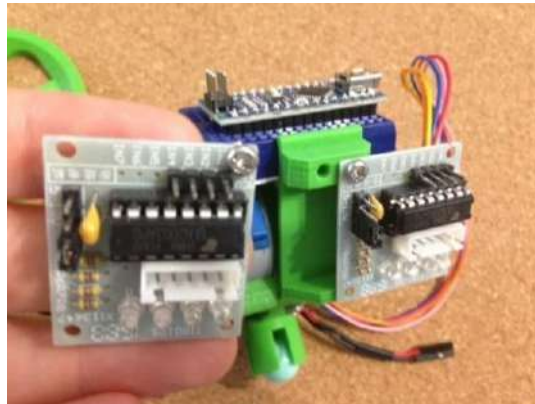

Figura 15. Montaje del driver de motores
**NOTA:** Mira en la figura 15 como va colocada la placa o te pegará después con las ruedas. Los cuatro pines machos tienen que ir en la parte superior.